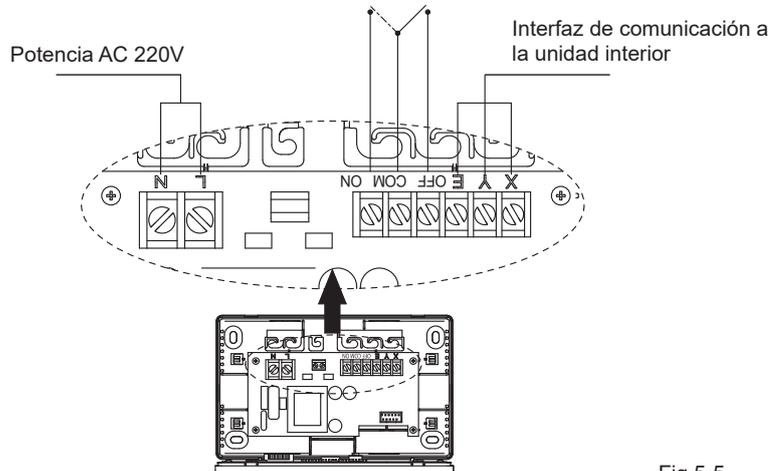

Fig.5-5
El procedimiento de instalación que se muestra en Fig.5-1 ~ Fig.5-5 es para MD-CCM09(A) UL-CCM09(A)/E and MD-CCM09/E(H)-A